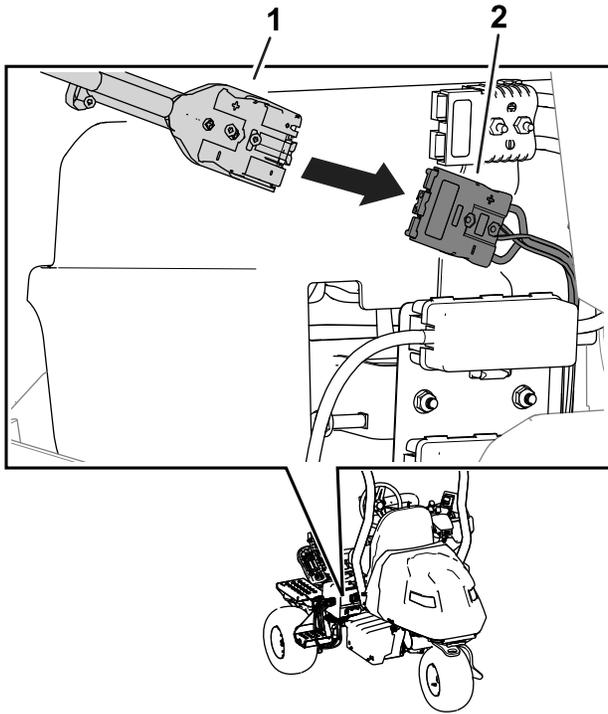

図 35
7. チャージャからの出力コネクタをマシンの充電コネクタに接続する 図 35。